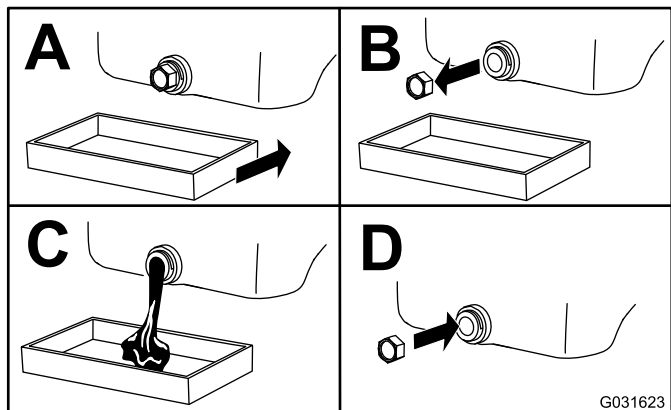

Figure 34
3. Vidangez l'huile (Figure 34).